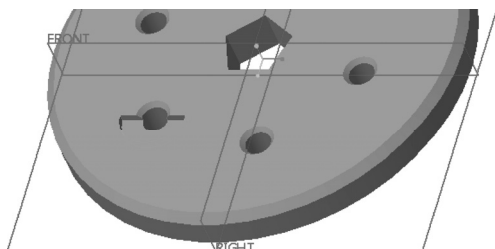

图 5-98 半切口效果
6) 在“拉伸”选项卡中单击 (完成) 按钮, 半切口效果如图 5-98 所示。